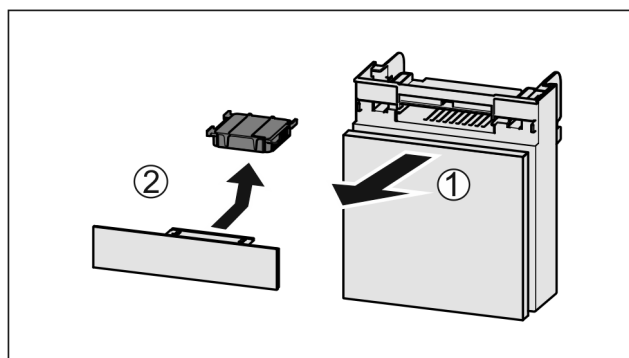

Fig. 159
- ▶ Træk rummet fremad Fig. 159 (1).
- ▶ Tag aktivkulfilteret Fig. 159 (2) ud.